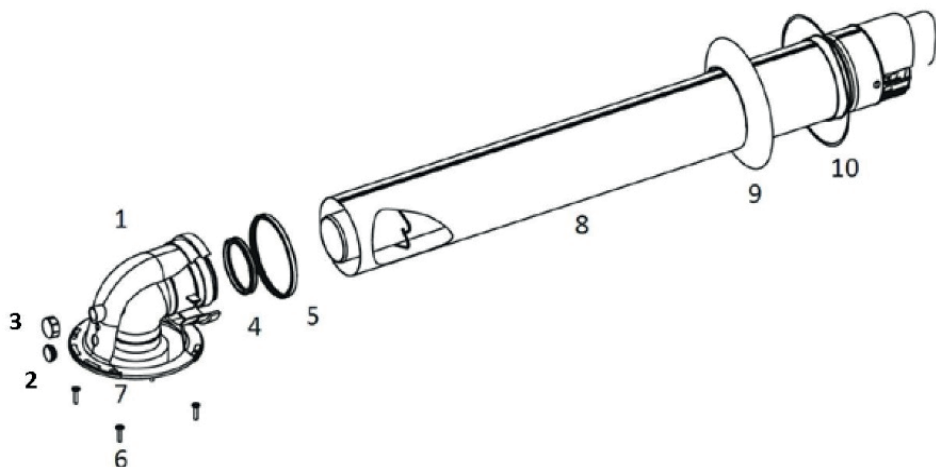

Рисунок 5
- Комплект герметичного дымохода поставляется в картонной коробке отдельно от прибора. Стандартный комплект герметичного трубопровода ( 60/100) включает указанные ниже детали (Рисунок 5).